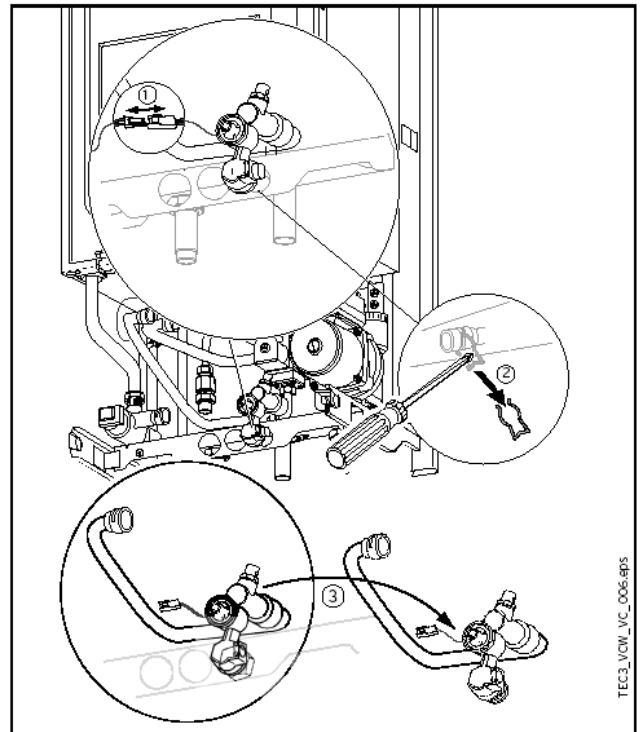

Рис. 6: Демонтируйте трубку холодной воды с аква-сенсором и устройством наполнения/подпитки системы отопления – далее см. пункт 9.
8. Демонтируйте трубку холодной воды с аква-сенсором и устройством наполнения/подпитки системы отопления. На место демонтированной трубки подпитки системы отопления установить заглушку с уплотнением из комплекта переоснащения и закрепить скобой. См. рис. 6.